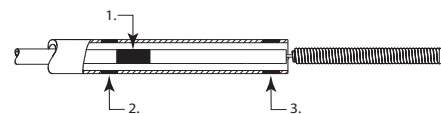

Figura 2
- Continuare a far avanzare la spirale staccabile Axiom™ Prime finché il marker di allineamento della spirale, presente sullo spingitore dell'impianto, non si trova in posizione appena distale rispetto al marker prossimale del microcatetere (Figura 2).